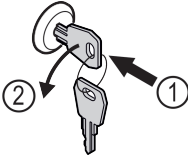

Fig. 167
- ▶ 按入钥匙。 Fig. 167 (1)
- ▶ 将钥匙逆时针转动 90°。 Fig. 167 (2)